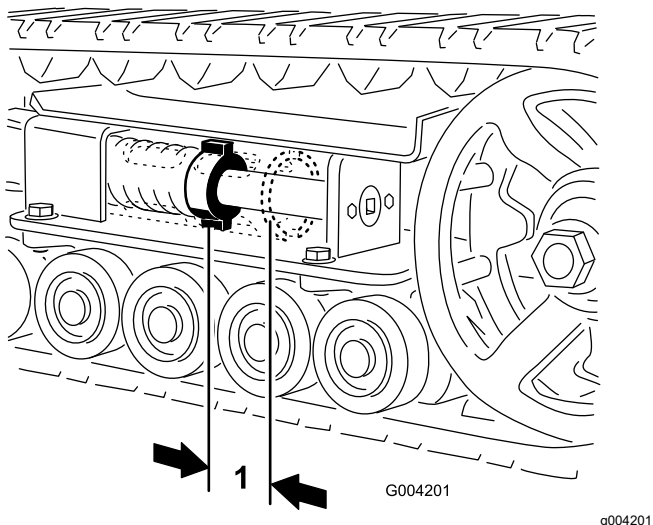

Рисунок 46
Между натяжной гайкой и задней стороной натяжной трубы должен быть зазор 7 см (Рисунок 46). Если это не так, отрегулируйте натяжение гусеницы, используя следующую процедуру:
5. Используя ключ с храповым механизмом на  $\frac{1}{2}$  дюйма, поворачивайте натяжной винт против часовой стрелки до тех пор, пока расстояние между натяжной гайкой и задней стороной натяжной трубы (Рисунок 46) не станет равным 7 см.
натяжной трубы (Рисунок 46) не станет равным 7 см.
- Поворачивайте натяжной винт против часовой стрелки до тех пор, пока расстояние между натяжной гайкой и задней стороной натяжной трубы (Рисунок 46) не станет равным 7 см.